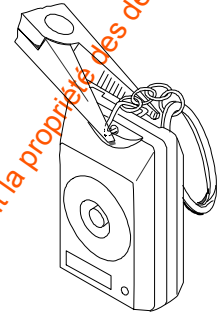

Figure 4. Installation du porte clé
- E. Insérer le triangle du porte clé sur le dernier maillon de la chaîne du porte clé et installer le triangle à travers le trou sur le haut du MCT-201 (voir Fig. 4).